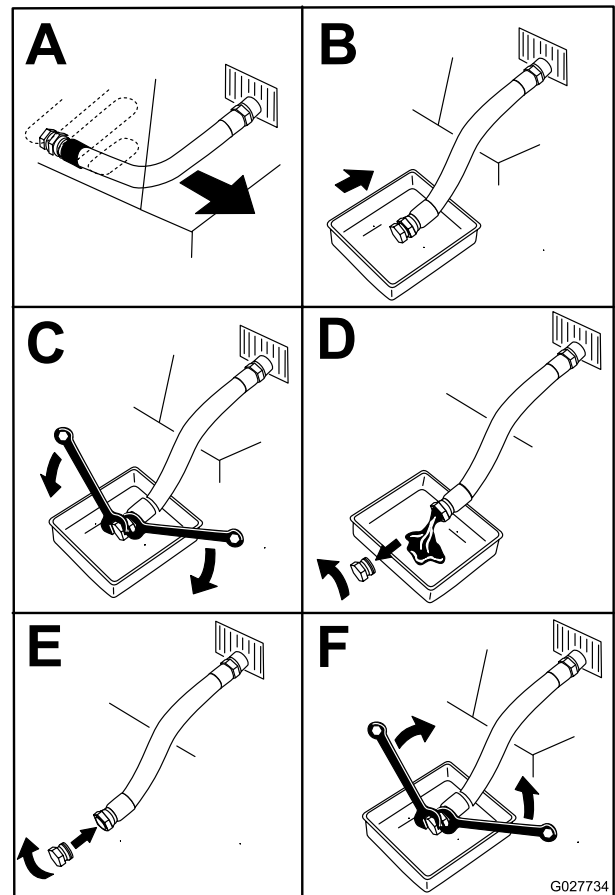

Figure 40
4. Avant de quitter la position d'utilisation, coupez le moteur, enlevez la clé de contact et attendez l'arrêt complet de toutes les pièces mobiles (Figure 40).